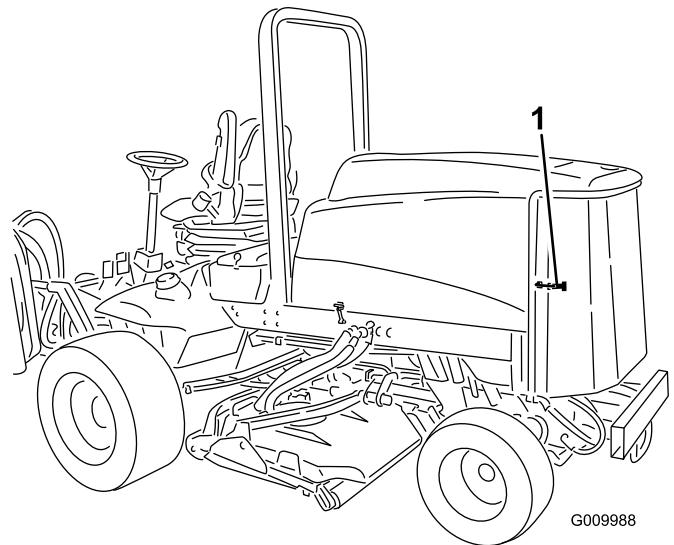

Figure 55
1. Déverrouillez et ouvrez la grille arrière (Figure 55). Nettoyez soigneusement la surface de la grille.